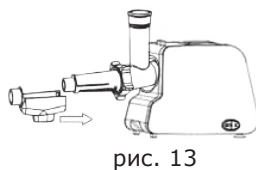

рис. 13
- 7.6.5 Наденьте пластиковую воронку на пластиковый конус до щелчка. (рис.13)